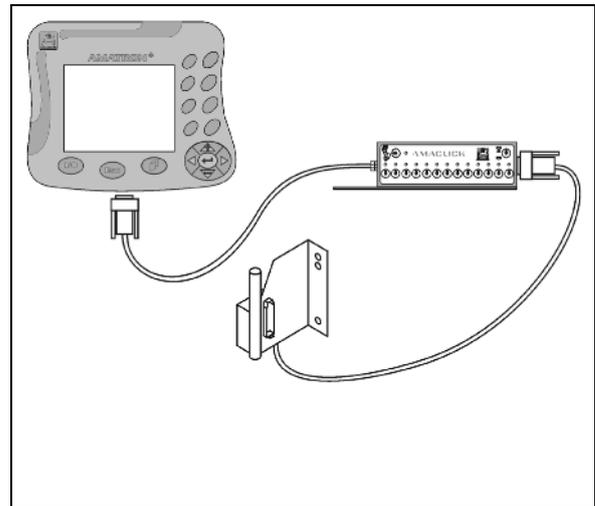

Fig. 118
- sans la poignée multifonctions comme présenté en Fig. 118.